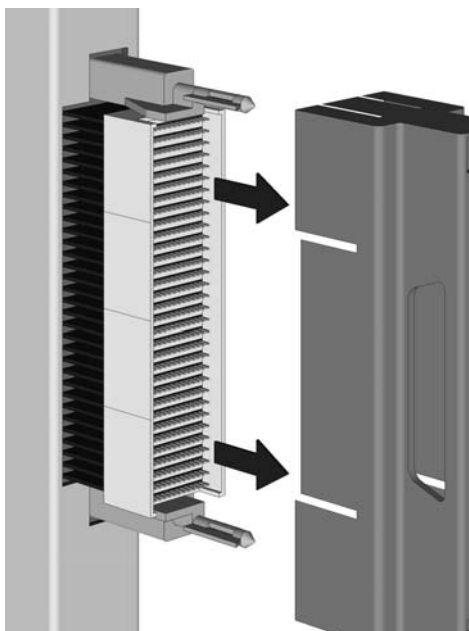

图 1-1. 拔出销套
- 1 从 pass-through 模块背面的插销中拔出销套，如图 1-1，拔出销套所示。